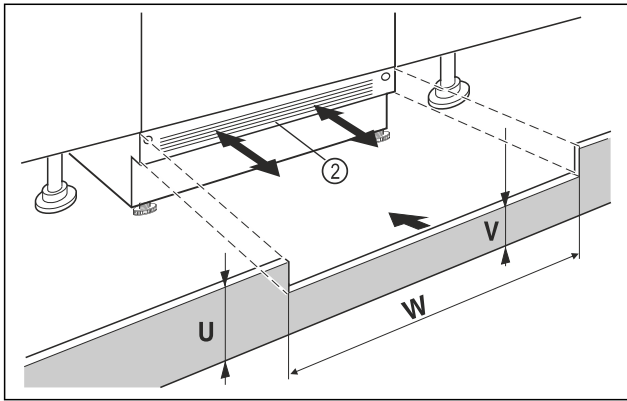

Fig. 40 Przykładowa prezentacja
- ▶ Założyć listwę maskującą cokół urządzenia Fig. 40 (2), ale jeszcze nie mocować.
- ▶ Przy widocznej listwie maskującej cokół Fig. 40 (2) pociągnąć ją przodu, tak by przednia krawędź kratki wentylacyjnej oraz listwy maskującej cokół tworzyły jedną płaszczyznę.
- ▶ Przy zakrytej listwie maskującej cokół Fig. 40 (2), przesunąć listwę całkowicie do tyłu.
- ▶ Zwrócić uwagę na to, by kratki wentylacyjne były odstępnięte: W razie potrzeby wysokość listwy maskującej cokół Fig. 40 (U) można dopasować!
- ▶ Na całej szerokości wnęki Fig. 40 (W) należy dopasować wysokość podstawy Fig. 40 (V) pod listwą maskującą cokół urządzenia Fig. 40 (2).